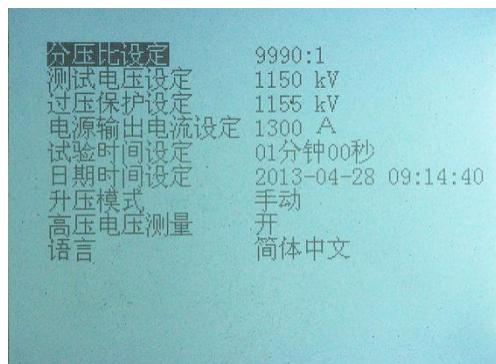

图 19 PY3520 变频电源装置菜单显
- 6.6.4.1 通过启动控制箱面板上的【菜单】按钮，进入菜单。菜单显示如图 19 所示，菜单的选择由控制箱中的四个黄色的方向按钮来完成。当菜单选择完毕后，再次按动【菜单】按钮，即可退出菜单。在菜单状态下禁止启动变频电源装置，此时变频电源装置处于不受监控状态。启动变频电源装置后，菜单的功能也被禁止进入。只有在停止灯亮后才可以进行菜单操作。当发生故障时菜单将会被禁止操作，只有重新启动控制箱电源才能够再次进入菜单操作。